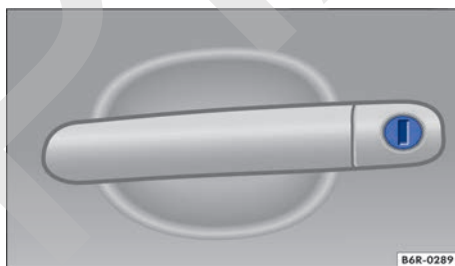

Fig. 55 Manilla de la puerta del conductor con bombín de cierre.
- Introducir la varilla de la llave en el bombín de cierre y destrabar o trabar el vehículo → fig. 55. <